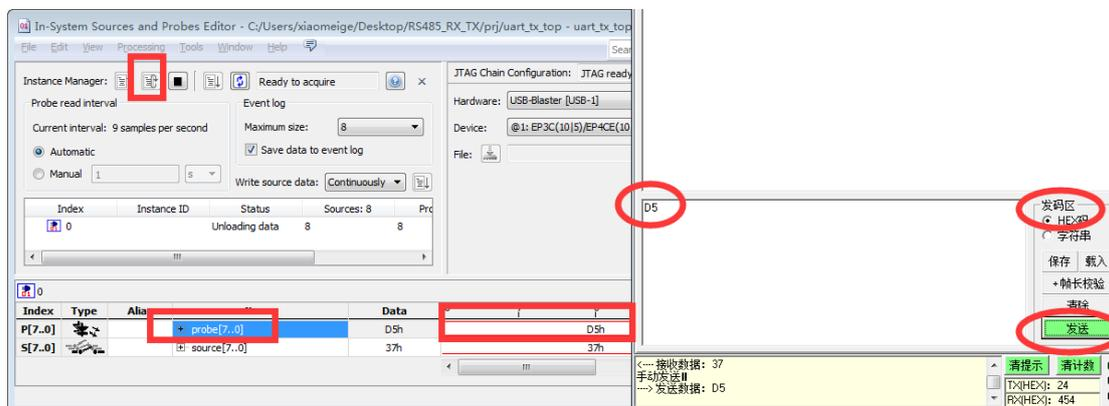

图 8 FPGA 接收 RS485 数据
- 选中 In-System Sources and Probes 中的 probe，然后点击持续读取按钮，在串口猎人中输入一个字节的的数据并点击发送，则可以看到 In-System Sources and Probes 中的 probe 数据立即更新为了接收到的新数据，如图 8 所示。